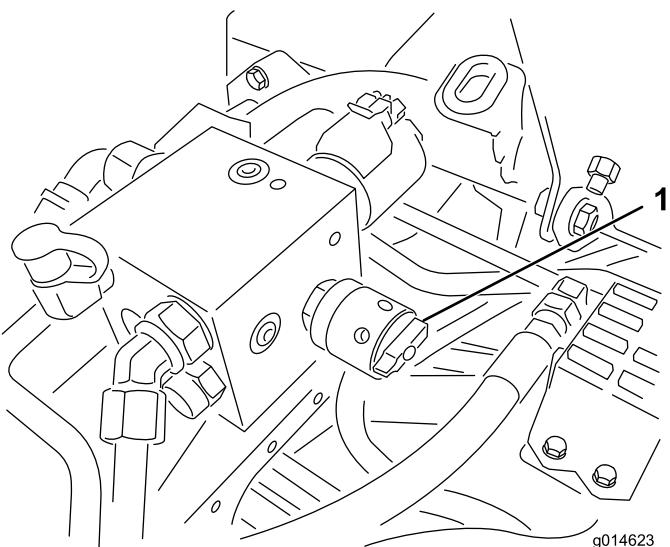

Bild 39
- Drehen Sie zum Einstellen der Spindeldrehzahl das Handrad (Bild 39), bis die Zeiger auf die Nummer zeigen, die der gewünschten Einstellung entspricht.